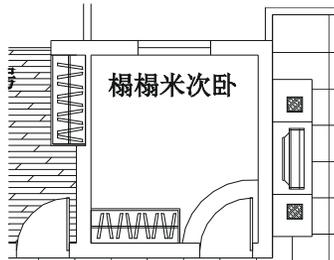

图 6-1-76
**STEP 03** 使用偏移命令 OFFSET 将门向外偏移 300，如图 6-1-76 所示。